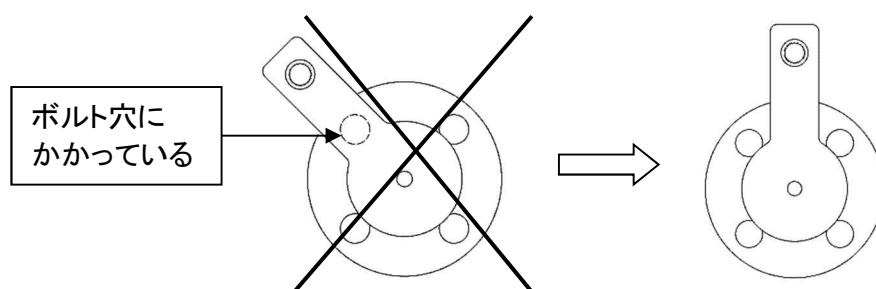

図 5
- (5) スマートプレートをフランジ面に取付ける際、フランジのボルト穴にスマートプレートが重ならないように配管してください。(図 5 参照)